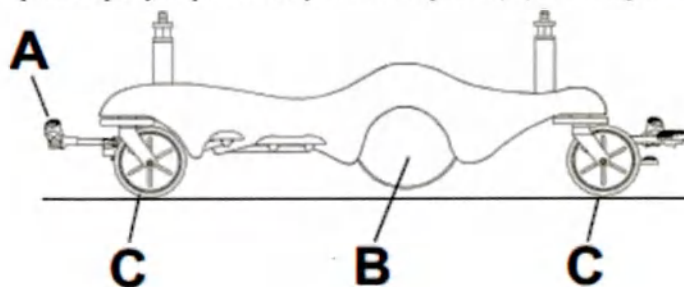

Рисунок 1 – Транспортировка без большого колеса
1. Поставьте педаль тормоза/регулирования угла поворота (А) в нейтральное положение (Рис. 1).
• *Когда изделие находится в нейтральном положении, большое колесо (В) не должно касаться пола, а изделие должно стоять на всех четырех роликах (С) (см. Рис. 1). В этом положении можно перемещать изделие во всех направлениях, включая боковое.*